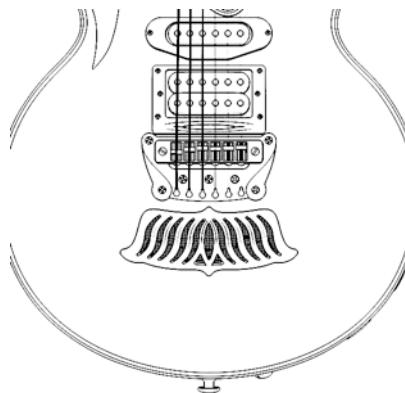

Bild 16
- akustisches Sprachrohrsystem mit dem tragbaren dynamischen Lautsprecher und zwei akustischen Sprachrohrausgängen (Bild 16). Der Ausgang aus dem frontalen Teil des Lautsprechers befindet sich im Rahmen des Bridge-Tonabnehmers (Bild 1 Pos. 18, Bild 16), der Ausgang aus dem hinteren Teil des Lautsprechers ist mit der Zierplatte abgedeckt (Bild 1 Pos. 16);